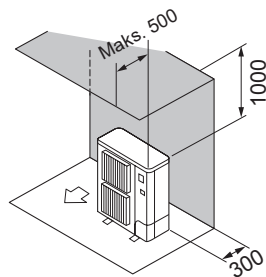

Fig. 2-8
- ② Miejsce ograniczone tylko z tyłu i od góry (Fig. 2-8)